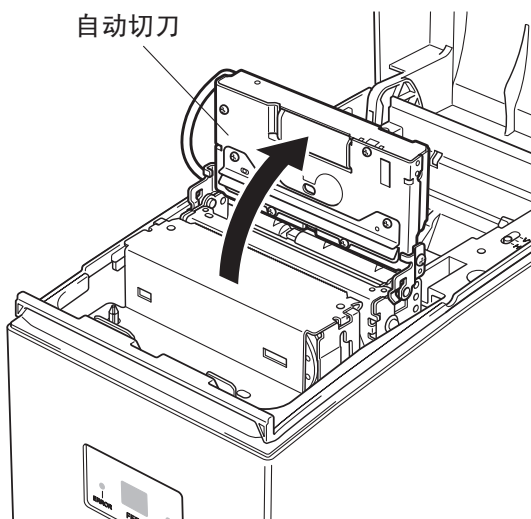

图 5-9 打开切刀
③把自动切刀拿起竖直接图5-9所示方向。
③ 对自动切刀型,抬起切刀至垂直位置,如图5-9所示。